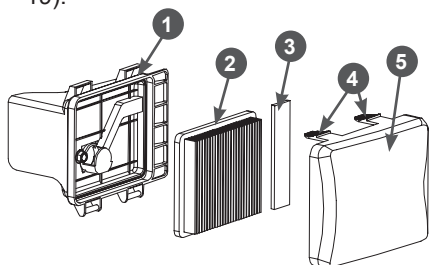

Рис. 19 Обслуживание воздушного фильтра
1. Нажмите на фиксаторы 4 и снимите крышку 5 воздушного фильтра (Рис. 19).
2. Извлеките бумажный фильтрующий элемент 2 и поролоновый фильтрующий элемент 3 (Рис. 19).
6. Произведите очистку крышки 5 воздушного фильтра и корпуса 1, не допуская попадания пыли и грязи в воздухопровод, ведущий к карбюратору (Рис. 19).